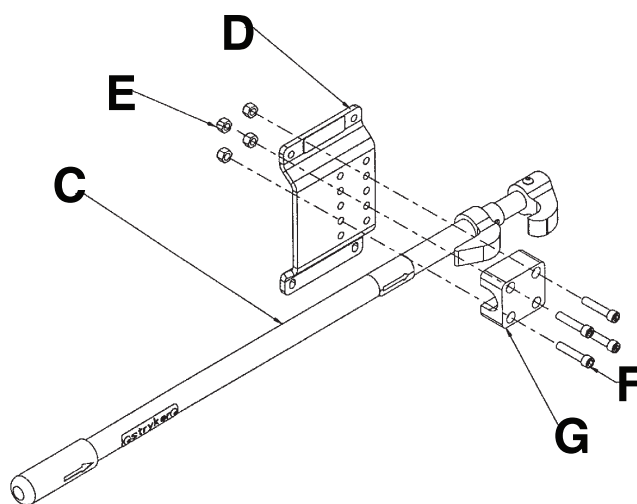

Figure 21 – Fixer la pince du rail à l'ensemble de rail
8. Positionner l'ensemble de rail (C) sur le support de montage mural (D) (Figure 21).
9. Installer les quatre écrous hexagonaux en Nylock (E) et les quatre vis d'assemblage à six pans creux de 5/16-18 x 2 po (F) pour fixer la pince du rail (G) à l'ensemble de rail (Figure 21).